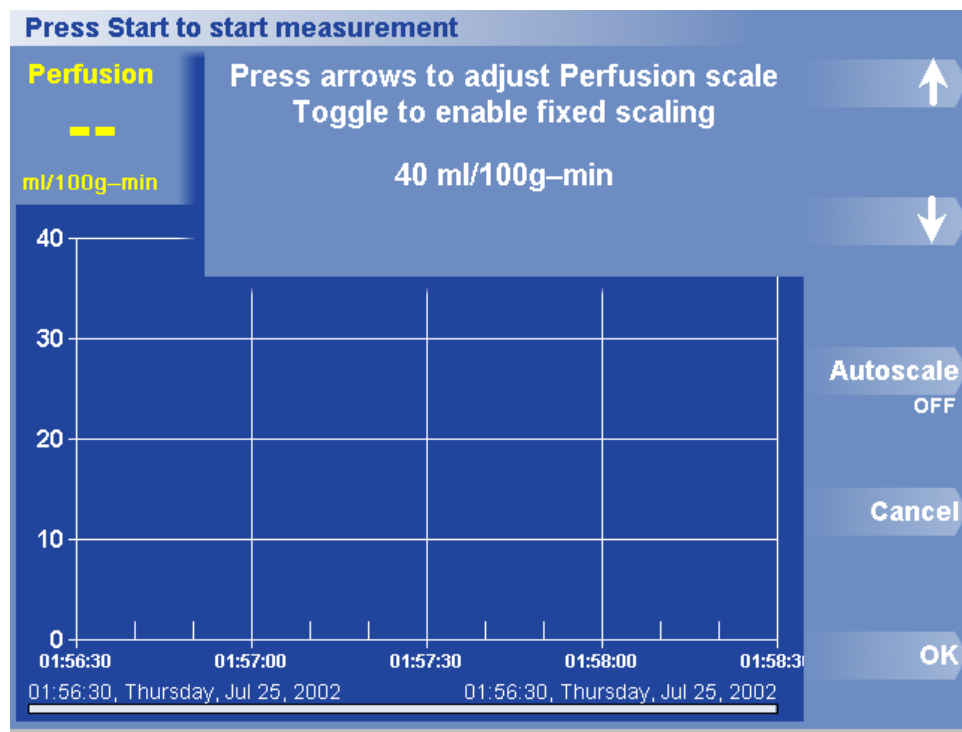

Figura 35. Caixa de Diálogo e Menu Definir Intervalo de Perfusão
1. Prima Opções > Ver Dados > Set Perfusion Range (Definir Intervalo de Perfusão). Aparece a caixa Definir Intervalo de Perfusão (Figura 35).